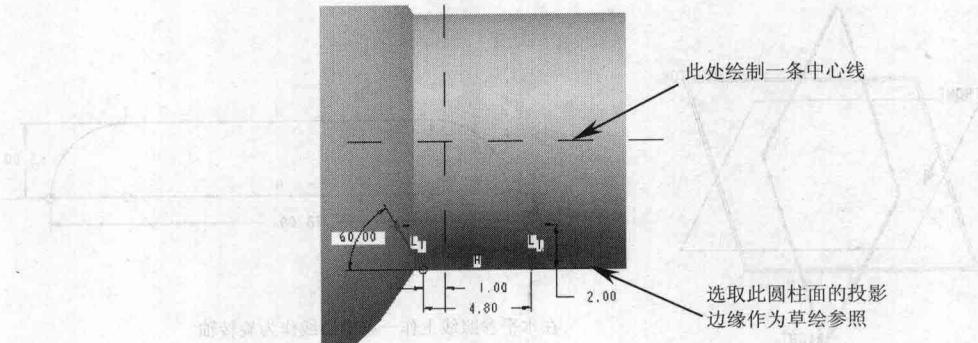

图1-6
(1) 在菜单栏中选择【插入】/【螺旋扫描】/【伸出项】命令，弹出【伸出项：螺旋扫描】对话框和【属性】操作菜单。在默认的属性选项中单击【完成】，并对【扫引轨迹】进行操作，选取基准平面 front 作为草绘平面，左向参考面为基准平面 right，进入草绘环境，再选取圆柱面的投影边缘作为草绘参照，并绘制如图 1-6 所示的图形，然后单击按钮退出草绘环境。